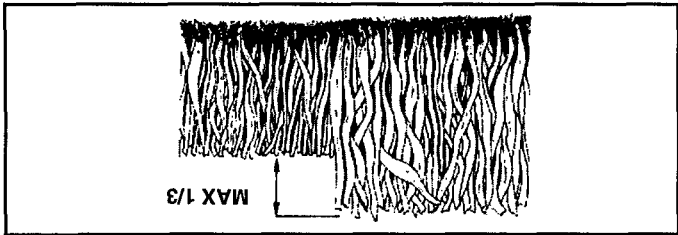

FIG. 9
- Pour les meilleurs résultats, ajustez la hauteur de coupe de la tondeuse afin que la tondeuse coupe seulement le tiers du haut de l'herbe (Voyez Fig. 9). En cas que l'herbe est très haute, il sera nécessaire d'élever la hauteur de coupe pour réduire les efforts de propulsion, pour éviter de surchauffer le moteur et pour éviter l'agglutination et l'abandon de masses d'herbe coupée. Pour les conditions de broyer de l'herbe très difficiles, réduisez la largeur de coupe en imbriquant l'allée auparavant coupée et tondez lentement.